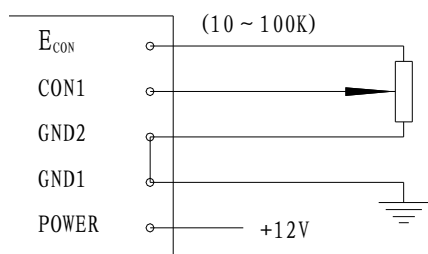

图13: 手动控制的接法
①当您所购模块不具备某项保护功能时，该模块对应引脚的功能也将失效。例如：不具备过热保护的模块，过热保护指示端口（T_{CL}）将无效。
②缺相保护电路检测模块输入端电压，而非输出端电压。当两个发光二极管同时点亮时，则表示出现缺相保护。
3、手动（电位器调节）、计算机、仪表等各种控制信号输入方法见图13~16。